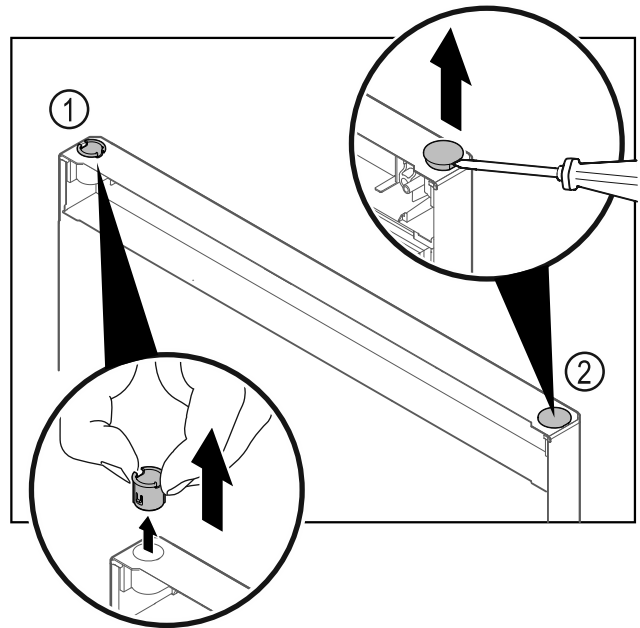

Fig. 35 Puerta del compartimento congelador
- Extraer el casquillo de bisagra Fig. 35 (1) con los dedos.
- Levantar cuidadosamente el tapón Fig. 35 (2) con un destornillador para tornillos de cabeza ranurada y extraerlo.